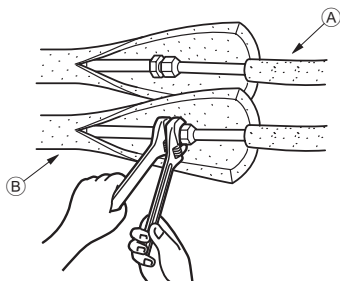

Fig. 4-4
4.5. Трубы хладагента (Fig. 4-4)